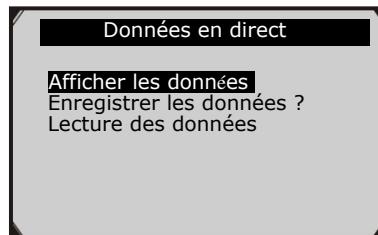

Figure 5.12
Pour enregistrer des données en direct, utilisez la touche de défilement **HAUT/BAS** pour sélectionner **Enregistrer les données** dans le menu **Données en direct** et appuyez sur la touche **OK**. (Figure 5.12)
- 1) Pour lire les données enregistrées, utilisez la touche de défilement **HAUT/BAS** pour sélectionner **Lecture des données** dans le menu **Données en direct** et appuyez sur la touche **OK**. (Figure 5.12)